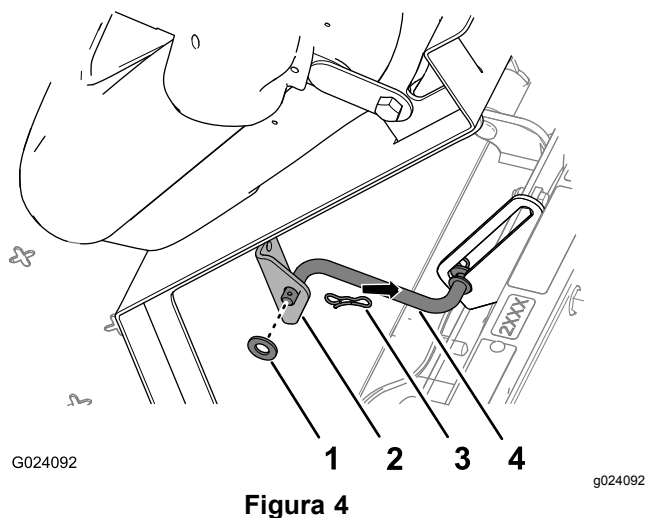

Figura 4
2. Rimuovete la coppiglia che fissa l'asta di sostegno alla staffa nella parte inferiore della piastra del sedile (Figura 4).